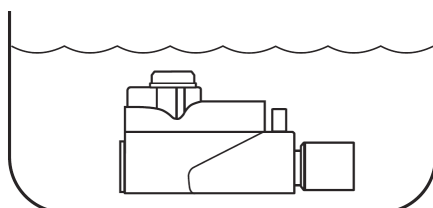

Figure 4. Trempage du Module d'injection dans le Sporox II
10. Immerger totalement le Module d'injection dans le Sporox II pendant au moins 30 minutes à 20 °C pour le désinfecter (voir la Figure 4).
10. Immerger totalement le Module d'injection dans le Sporox II pendant au moins 6 heures à 20 °C pour le stériliser (voir la Figure 4).